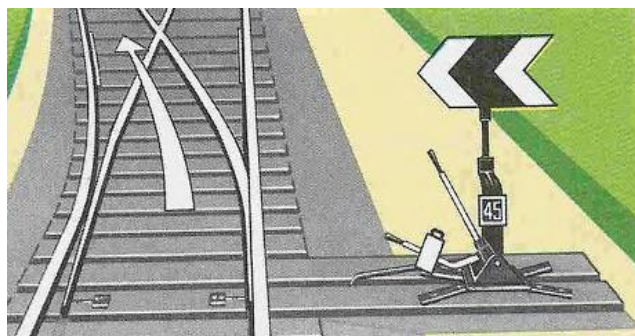

Рисунок 7
2) стрелка установлена на боковой железнодорожный путь – стреловидный указатель направлен в сторону бокового железнодорожного пути (Рисунок 7).